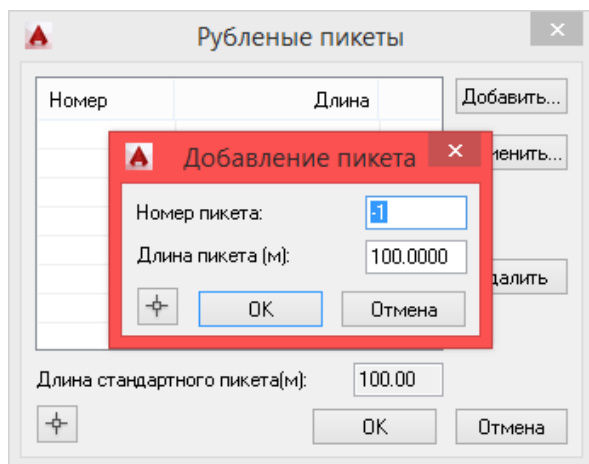

Рис. 25 Мастер оцифровки - ввод рубленных пикетов
4. Если на профиле есть рубленные пикеты, следует нажать кнопку *Рубленные пикеты* и ввести их номера и длину в *Редакторе рубленных пикетов* (см. рис. 25). Рубленные пикеты можно задавать при оцифровке первого профиля трассы, независимо от положения рубленных пикетов на трассе.